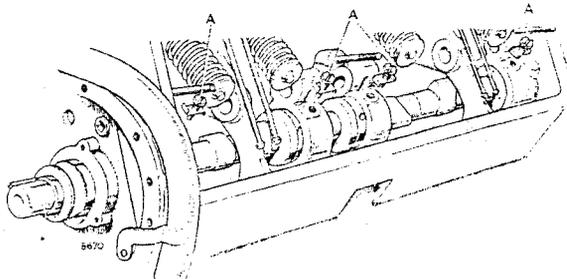

Fig. A-26—Pernos de sujeción de cojinetes del árbol de levas
3. Se deberán alinear los orificios de sujeción en los cojinetes y alojamientos y, antes de volver a colocar los pernos de sujeción, inyéctese aceite en los orificios para lubricar los cojinetes hasta lograrse la presión de aceite. Recolóquense los pernos de sujeción. Véase Fig. A-26.